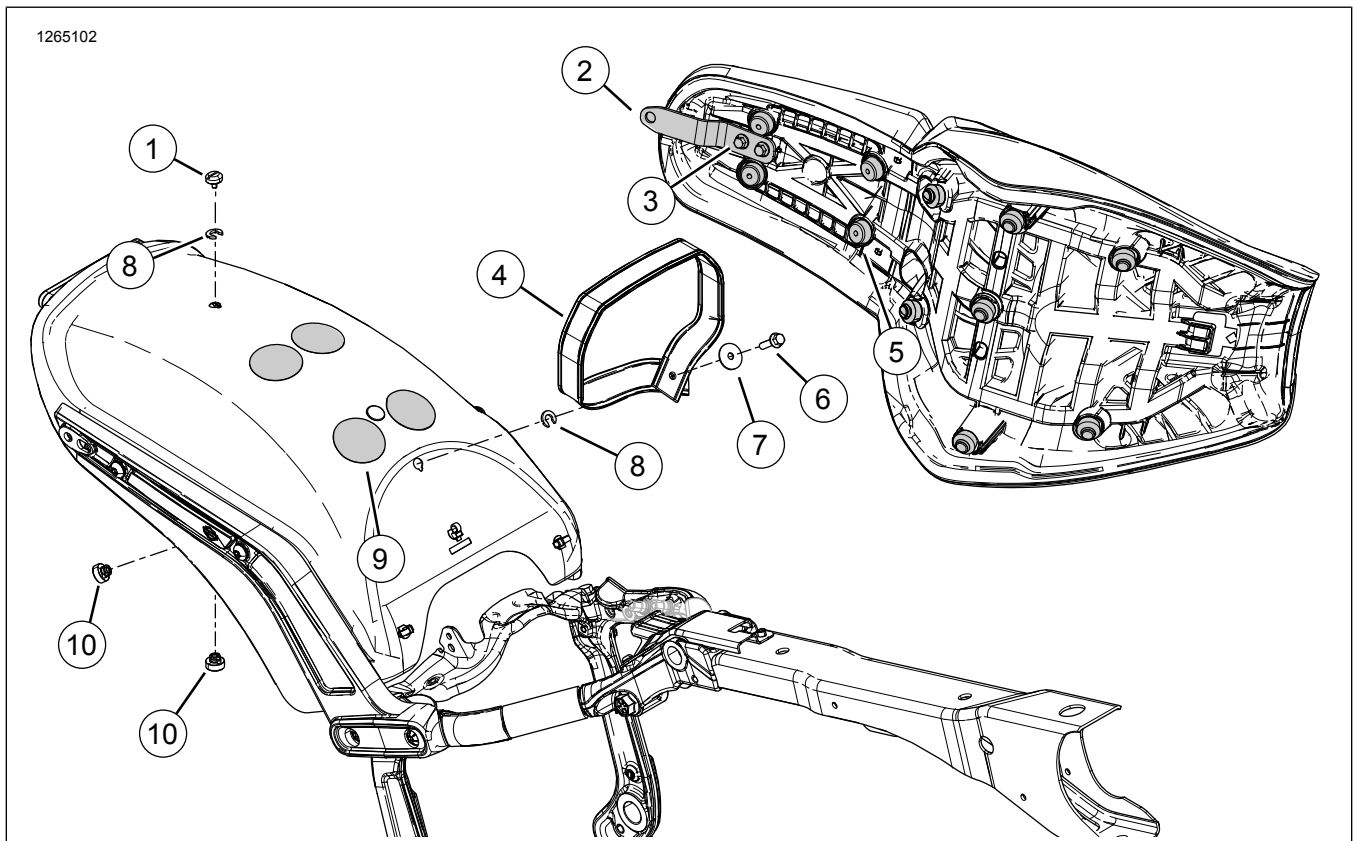
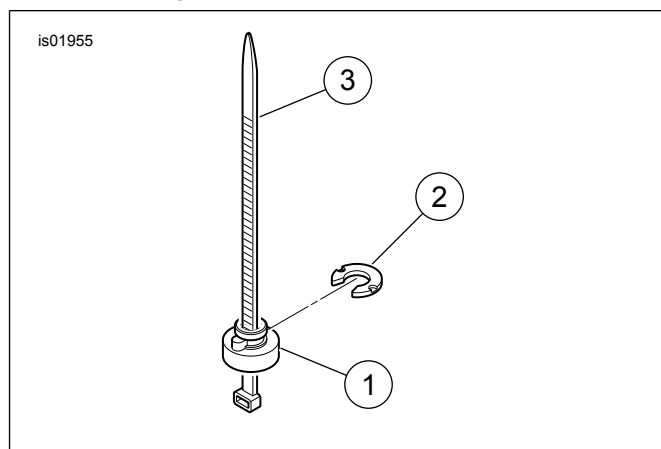

Figure 1. Contenu du kit : Selle biplace monobloc
Figure 3. Outil d'installation
3. **Tous les kits sauf 52000353** : Figure 1 Retirer et jeter la sangle de maintien Équipement d'origine .
1. **Kits 52000295, 52000297, 52000300, 52000355, 52000356, 52000387, 52000388, 52000400, 52000401, 52000652, 52000653, 52000748** : Figure 3 Installer l'écrou de retenue et la rondelle de retenue dans les trous appropriés du garde-boue.
- a. Un serre-câble peut être utilisé comme aide à l'installation pour installer l'écrou de retenue et la rondelle. Placer l'écrou de fixation (1) sur le serre-câble (3).
- c. Avec l'arête de l'écrou de retenue installée dans l'encoche du trou de garde-boue appropriée, glisser la rondelle de retenue (2) en position à partir de l'arrière. Cette opération verrouillera l'écrou de retenue en place.
2. **Kits 52000295, 52000297, 52000300, 52000355, 52000387, 52000400, 52000748** : Figure 1 Installer du ruban de protection.
- a. Marquer avec de la craie le fond des silentblochs (5) qui sont en contact avec le garde-boue.
- d. **Kits 52000652, 52000653, 52000759, 52000761, 52000786, 52000789** : Figure 1 Si le véhicule est équipé d'une plaque de fixation à goujons, utiliser la plaque de fixation pour attacher la sangle de maintien à l'aide des écrous à embase (10) du kit.
- e. Installer du ruban de protection (9) sur le garde-boue arrière sur les marques transférées sur le garde-boue.
3. **Tous les kits sauf 52000353** : Figure 1 Installer la sangle de maintien (4), la vis (6) et la rondelle (7). Serrer.
4. Figure 1 Glisser l'arrière de la selle à travers la sangle de maintien et accrocher la languette avant de la selle (12) au cadre (11).